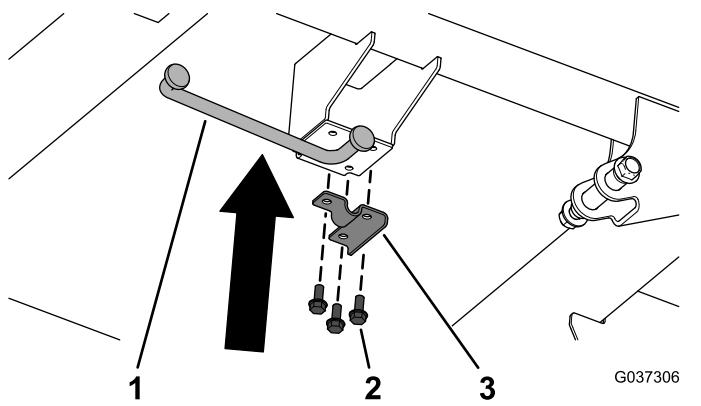

Bild 8
7. Bauen Sie die Stützstangenhalterung und die Stützstange an die Stahl-Ladepritsche mit den drei Bundkopfschrauben ($5/16'' \times \frac{3}{4}''$) an, wie in **Bild 8** dargestellt.